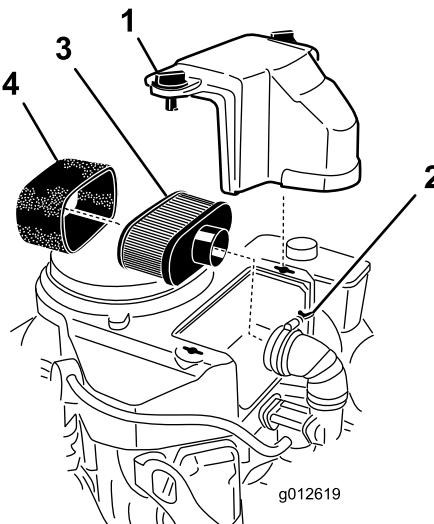

図 42
- エアクリーナを外したときエンジン内部に異物が入らないよう、周辺をきれいに拭く（図 42）。
- エアクリーナのカバーのノブのねじをゆるめてカバーを外す（図 42）。
- エアクリーナのホース・クランプをゆるめてエアクリーナアセンブリを外す（図 42）。
- ペーパー・エレメントからスポンジエレメントを注意深く取り外す（図 42）。
1. ペーパーエレメントを軽くたたいて、たまっているほこりを落とす。汚れがひどい場合には、新しいペーパーエレメントに交換する（図 42）。
1. ペーパー・エレメントにスポンジエレメントを注意深く取り付ける（図 42）。
2. エア・クリーナのベース、またはホース、にエア・クリーナ・アセンブリを取り付けて固定する（図 42）。
3. エアクリーナのカバーを取り付け、ノブを締め付けて固定する（図 42）。